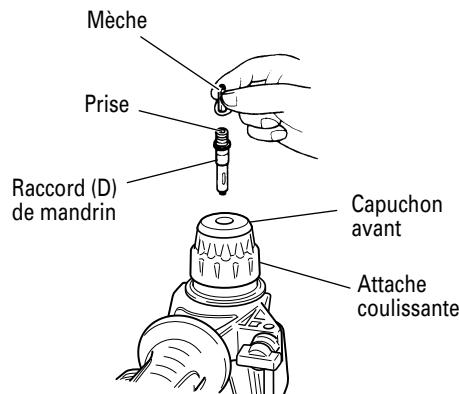

Fig. 19
6. Lors du vissage des vis machine (Fig. 19)
- Ne pas essayer d'utiliser le marteau perforateur en fonction rotation et percussion avec le mandrin à foret (D) et la mèche fixés.
7. Enfoncement de vis à bois (Fig. 19)